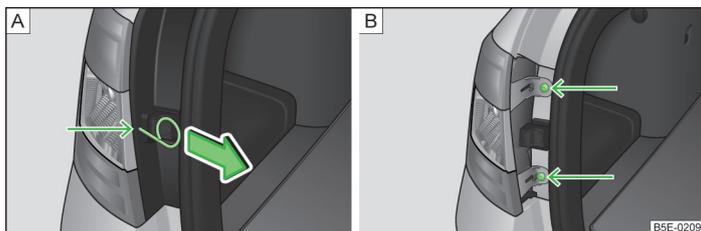

Abb. 233 Abdeckung / Leuchte ausbauen
- Den Bügel zum Abziehen der Radvollblenden » Seite 244, Bordwerkzeug in die Bohrung an der mit dem Pfeil gekennzeichneten Stelle » Abb. 233 - [A] stecken.
- Die Abdeckung in Pfeilrichtung » Abb. 233 - [A] abziehen.
- Die Leuchte mit dem Schlüssel aus dem Bordwerkzeug abschrauben » Abb. 233 - [B].